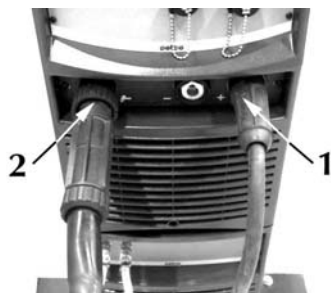

Fig. 11
- 1) Verbind de connector (Fig. 11) van de massaklem met de positieve klem (+) van de generator.